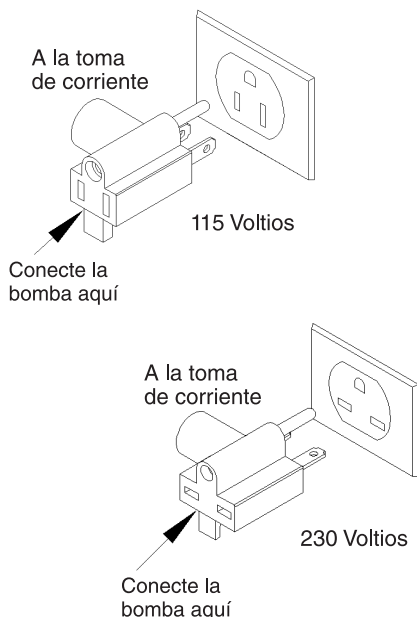

Figura 1
**ADVERTENCIA** *Riesgo de sacudida eléctrica. Puede ocasionar quemaduras o la muerte. Para reducir el riesgo de sacudida eléctrica, desconecte el enchufe antes de reemplazar el conmutador. Asegúrese de que el conmutador esté conectado únicamente a una toma de corriente con dispositivo de puesta a tierra apropiadamente puesto a tierra. Si la toma de corriente fuera de 2 clavijas, ésta deberá reemplazarse con una toma de corriente de 3 clavijas puesta a tierra apropiadamente e instalada de acuerdo a los códigos y ordenanzas aplicables (vea la Figura 1). Si se usa con una bomba de sumidero de pedestal u otro motor sumergible, asegúrese de que el conjunto del conmutador no permita el contacto del agua con el motor.*